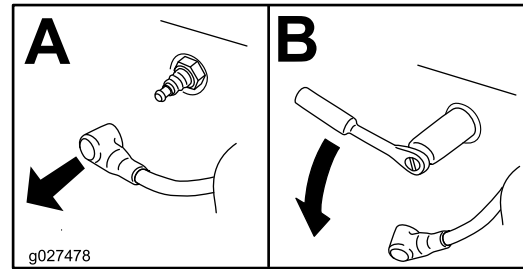

Figure 50
- Enlevez la bougie (Figure 50).